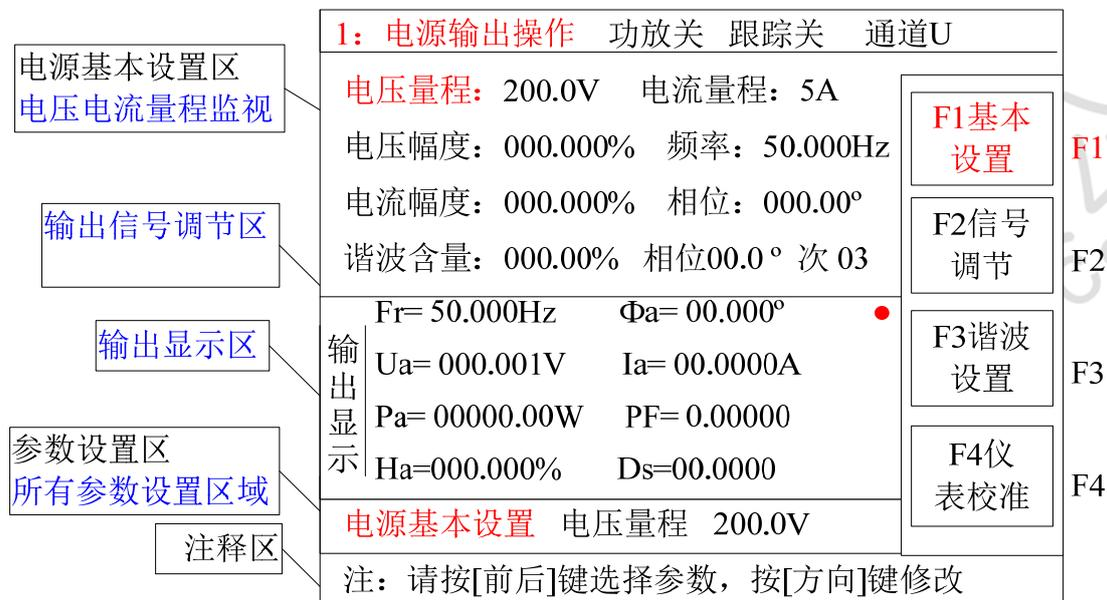

图 8
主菜单下选择“1. 电源输出操作”或者按【F1】键进入如图 8
### 1. 界面介绍如图 8
由图 8 提示, 分 4 个功能选择区, 通过 F1~F4 键分别进入。
- 电压量程设置：**设置 100V 电压量程说明，按【F1】键，进入“电源基本设置”根据图 8 显示，相关参数显示变成红色字体。参数设置区（光标在当前选项处闪动）“仪器输出预置 电压量程：200.0V”，在参数设置区用【▼】键可改变电压量程为 100.0V，按【确认】键执行。设置高量程用【▲】键选择。按【后项】键切换到“电流量程”设置，设置方法见下面说明。
按【F1】键，进入“检测参数设置”根据图 8 显示，相关参数显示变成红色字体。参数设置区(光标在当前选项处闪动)“检测参数设置 电能常数:01800.00”，在参数设置区用【方向】键可改变常数值，按【确认】键执行。按【后项】键选择预置圈数，按照上面方法修改。